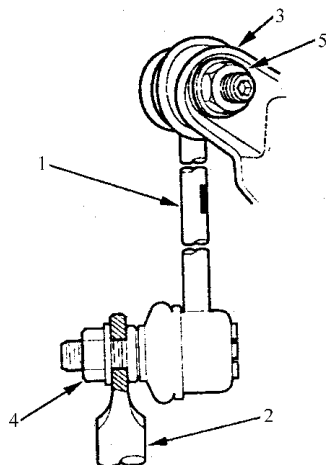

图 6-30 安装稳定器连接件
3) 如图 6-30 所示, 将球头销置于其活动范围的中间位置, 将稳定器连接杆安装到稳定器和减振器托架上。